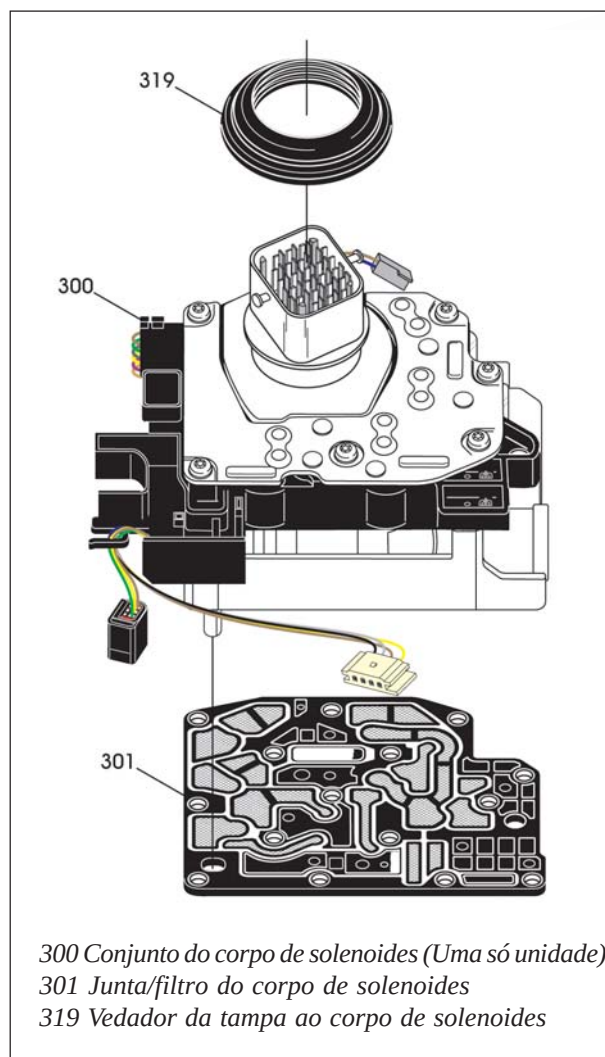

Figura 216
21. Instale um novo vedador do conector elétrico ao corpo de solenóides, conforme mostra a figura 216.
22. Instale uma nova junta/filtro na parte inferior do corpo de solenóides (Veja figura 216).